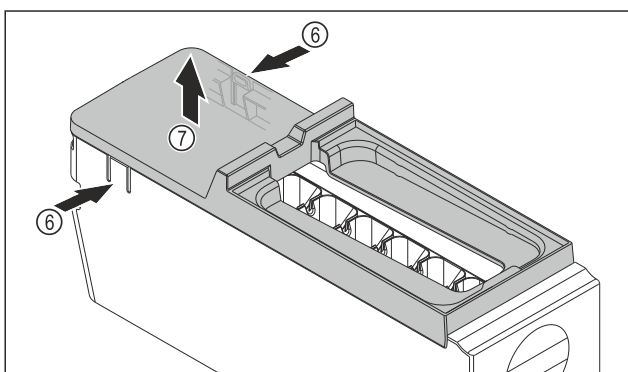

Fig. 83
- ▶ Wyjmowanie osłony korpusu EasyTwist-Ice: Docisnąć jedną ręką nakładki Fig. 83 (6) po obu stronach korpusu EasyTwist-Ice.
- ▶ Drugą ręką wyjąć osłonę Fig. 83 (7) ku górze.